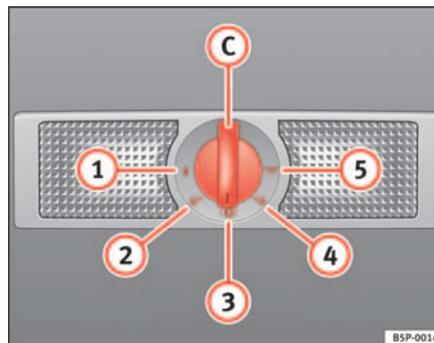

Fig. 82 Revestimiento interior del techo: iluminación interior y de lectura de la parte trasera del habitáculo.
Con el mando ⇒ fig. 82 (C) puede seleccionar las siguientes posiciones:
Con el mando en la posición ⇒ fig. 82 (1) la luz interior y las de lectura están apagadas.